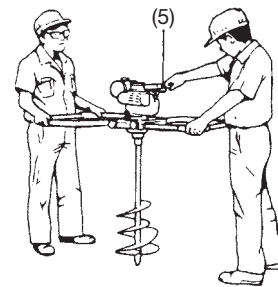

Fig. 5
- 5) El operador del lado de la manija de arranque, tirará rápidamente el arrancador teniendo la precaución de mantener agarrada la manija para evitar que se zafe. (Fig. 5)